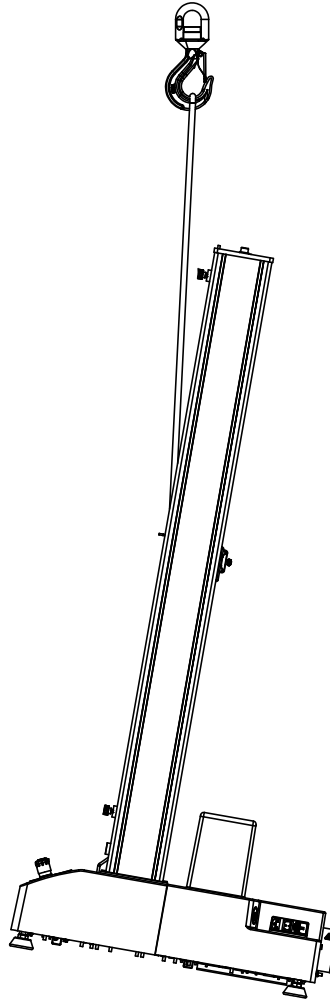

Figura 13. Elevación del bastidor con una grúa
1. Coloque la eslinga de elevación en la cruceta y fíjela al gancho de la grúa de modo que la eslinga se extienda verticalmente desde la PARTE FRONTAL de la cruceta como se muestra en Figura 13 en la página 67. Si se emplean cadenas en lugar de una eslinga de elevación, envuelva material de protección alrededor de la cruceta para protegerla de raspaduras y daños.